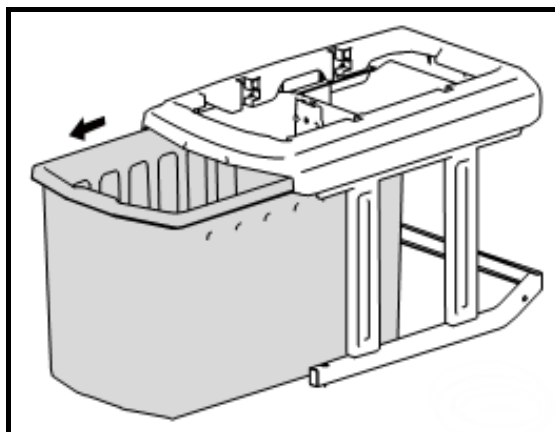

Rys. 2
1. Wymij wszystkie akcesoria z pojemnika a następnie wyjmij zespół silnika z opakowania. Upewnić się, cztery wsporniki wystające u dołu bloku silnika wchodzą w wyżłobienia w górnej części ramy podstawy. (Rys.2)